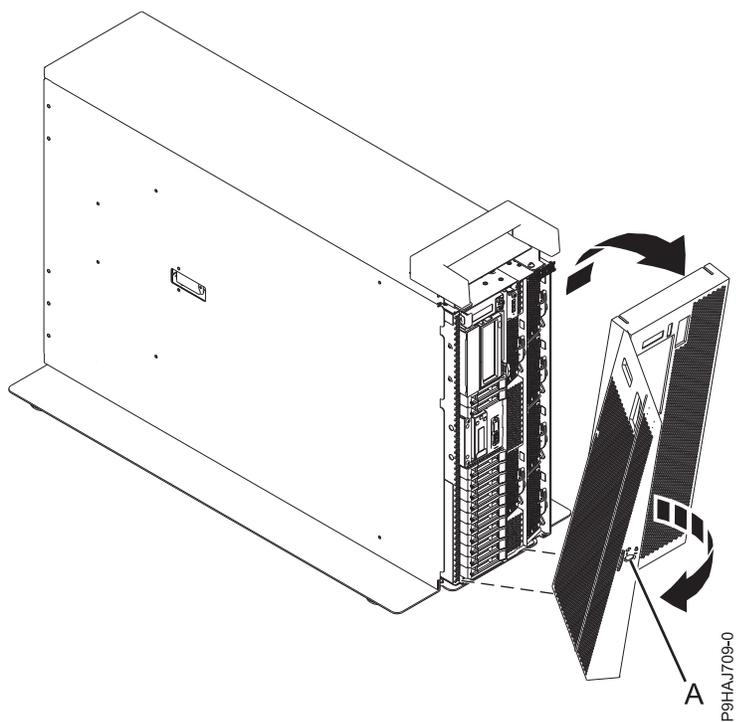

Figura 41. Removendo a Tampa Frontal
4. Puxe a tampa para fora do sistema, como mostrado na Figura 41. Na tampa, há uma indentação pela qual é possível segurá-la mais facilmente.